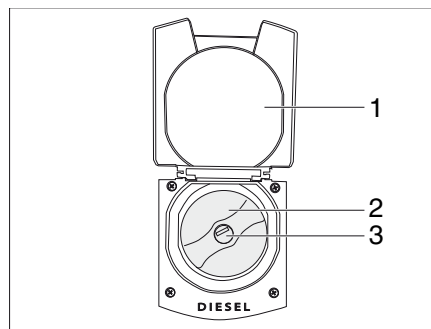

Fig. 38 Tapa de cierre abierta con tubo de llenado de combustible
- Cerrar la tapa de cierre (Fig. 38,1).